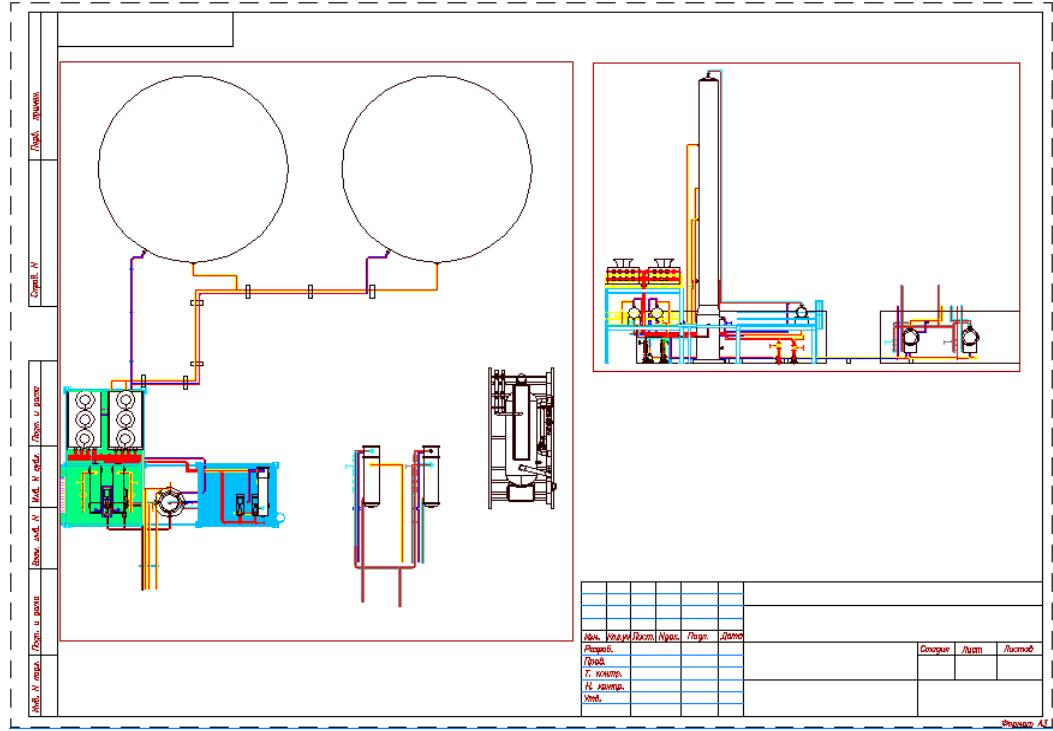

Рис. 127
- Нажав на ленте кнопку **Смежный вид**, можно, не возвращаясь к кубу, быстро и легко создать смежный вид (например, вид спереди) и расположить его рядом (Рис. 127).